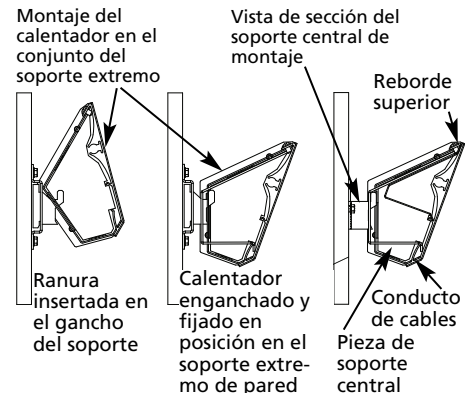

Figura 4
- Para montar el calentador de bovedilla, instale la Pieza de Soporte Central en el Soporte Central de Pared. Para hacer esto, incline el calentador hacia atrás y permita que la ranura superior caiga en el gancho del soporte según como se muestra en la Figura 4. Instale las cajas de empalme en los Soportes Extremos de Pared en forma similar. Mueva el calentador de bovedilla hacia adelante para fijarlo en posición. Consulte la vista de sección en la Figura 4.